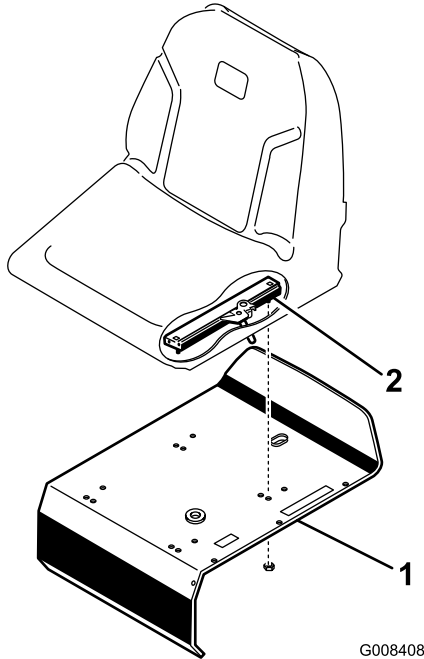

Figura 4
3. Fixe o banco, o painel do banco e os adaptadores ao suporte do banco com as porcas (5/16 in.) (Figura 4) fornecidas nas peças soltas.